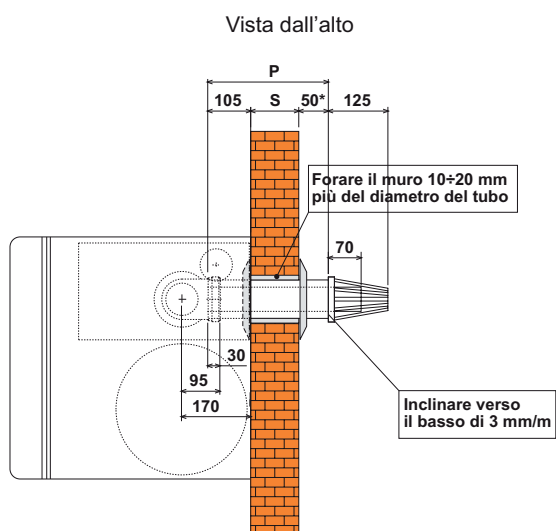

fig. 7a
4. Se necessario, tagliare la tubazione terminale a misura, considerando che la tubazione esterna dovrà sporgere dal muro per un tratto compreso tra 10 e 60 mm (fig. 7a, 7b e 7c). Eliminare le sbavature da taglio.